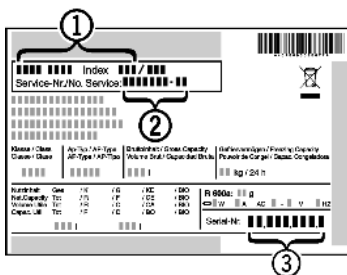

Fig. 10
► Z typového štítku odčítajte označenie zariadenia Fig. 10 (1), servisné č. Fig. 10 (2) a sériové č. Fig. 10 (3). Typový štítek je na ľavej vnútornej strane zariadenia.
► Upovedomte zákaznícky servis a oznámte chybu, označenie zariadenia Fig. 10 (1), servisné č. Fig. 10 (2) a sériové č. Fig. 10 (3).